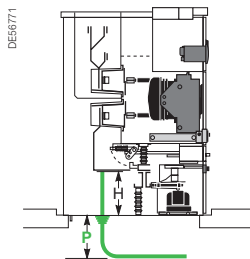

Рисунок 1
(1) При установке трансформатора тока нулевой последовательности используйте ТТ нулевой последовательности типа ARC3 при подключении с помощью 2 кабелей (см. стр. E-12).
- Ячейки и кабели, требующие максимальной глубины, следует учитывать при определении глубины **P** кабельного канала распределительного устройства (рисунок 1).